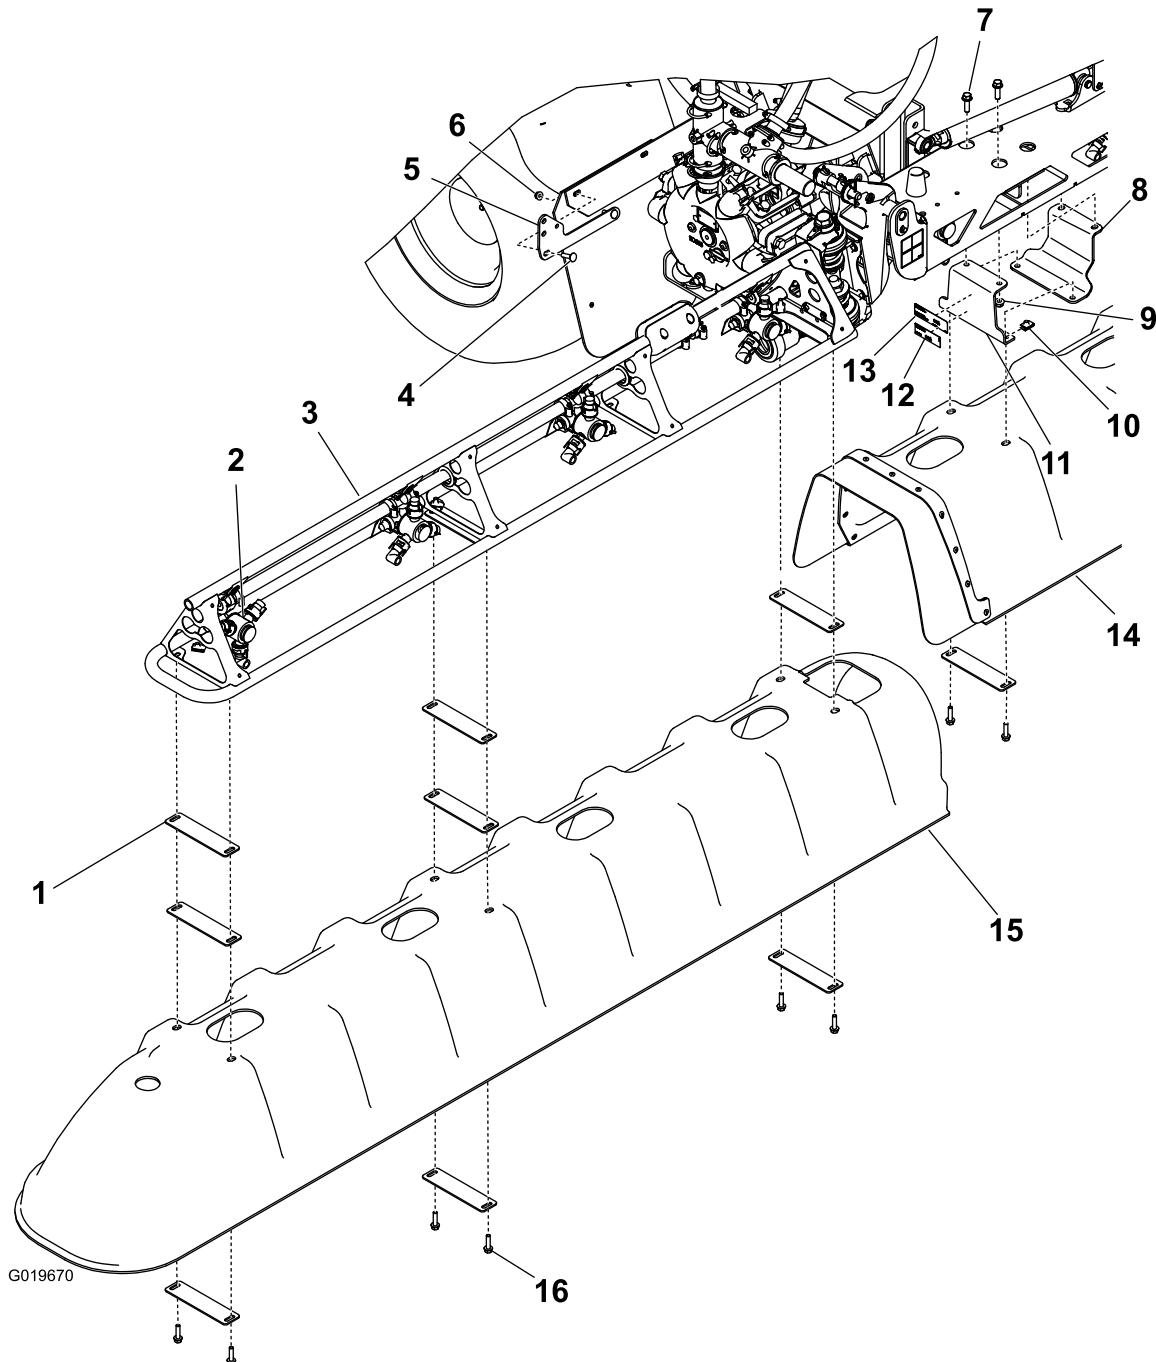

Figura 2
2. Installate una delle coperture della barra laterale (Figura 2) utilizzando 8 rondelle piatte, 6 bulloni a testa esagonale (5/16 x 1-1/4 poll.) e 6 dadi a U.
1. Installate la staffa di supporto della valvola di spurgo nella macchina con 2 viti a testa tonda e 2 dadi flangiati (5/16 poll.) come mostrato nella Figura 2.
2. Spostate la valvola di spurgo dalla sua posizione e installatela nella staffa di montaggio (Figura 2) utilizzando l'acciarino e il cordellino presenti.